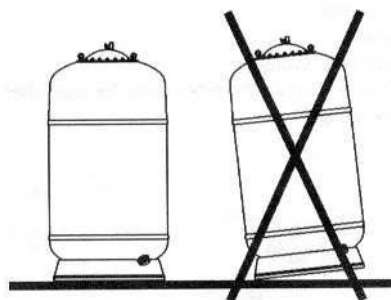

Рис. 2
- Установите фильтры в нужное положение, и проверьте, что они являются устойчивыми, и что они установлены на ровном полу (см. рис. 2).